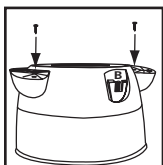

FIGURA 5
4. Asegúrese de que las bases de la rueda estén totalmente insertadas dentro del fondo del depósito y sujételas con los tornillos suministrados. **FIGURA 5**.